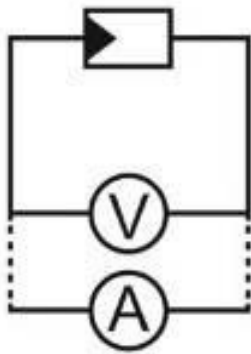

Fig. 2.4: esquema de conexión. La medición con un multímetro cambiando el intervalo de medición de la tensión (V) a la intensidad (A).
1. Conectar el multímetro a la célula solar. Utilizar para medir la tensión el intervalo de 2.000 mV y para medir la intensidad el intervalo de 200 mA; simplemente cambiar el conmutador entre tensión y corriente en el aparato de medición (Fig. 2.4).